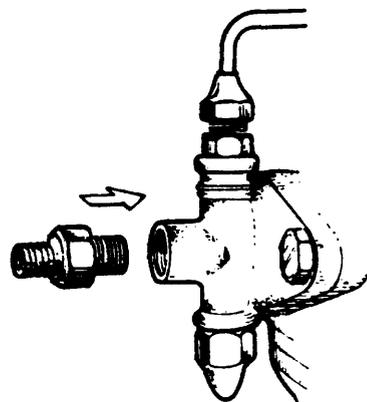

Fig. 2
- d Instale el niple cónico (fig. 2).